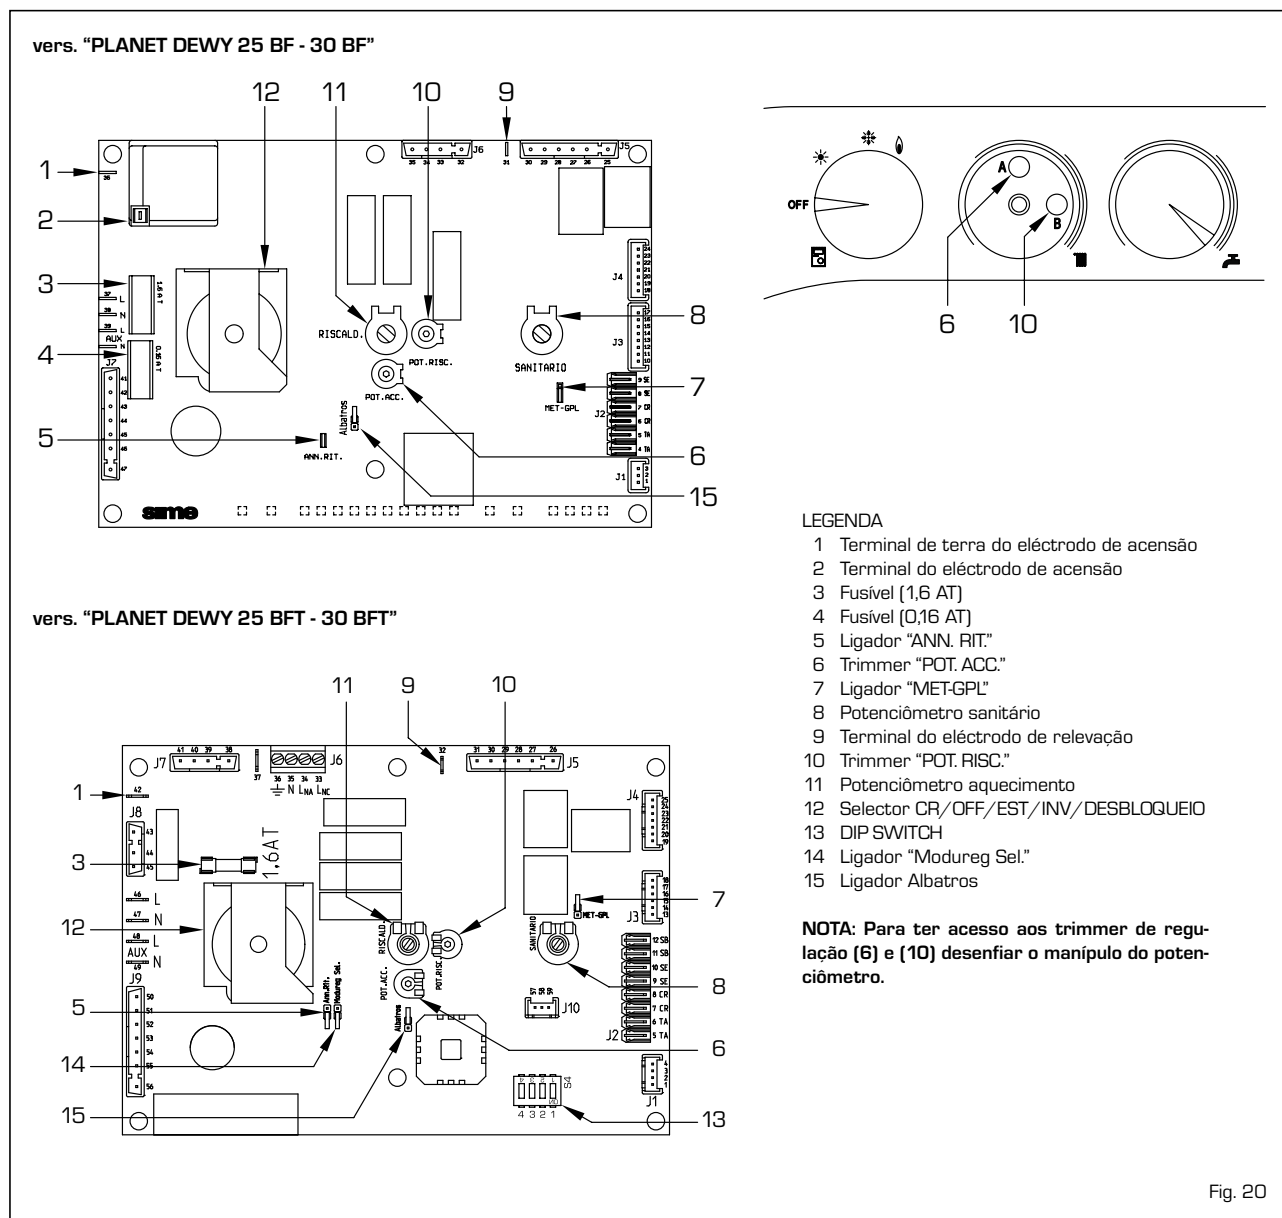

Fig. 20
- **Trimmer "POT. RISC."** (10 fig. 20)
- **Trimmer "POT. ACC."** (6 fig. 20)
- **Ligador "MET-GPL"** (7 fig. 20)
- **Ligador "ANN. RIT."** (5 fig. 20)
- **DIP SWITCH** (13 fig. 20)
- **Ligador Modureg Sel.** (14 fig. 20)
- **Ligador "Albatros"** (15 fig. 20)
Para efectuar a regulac3o da pot3ncia de aquecimento, modificando a regulac3o da f3brica cujo valor 3 aprox. 17 kW, 3 necess3rio usar uma chave de fenda no trimmer de pot3ncia aquecimento (14 fig. 20).